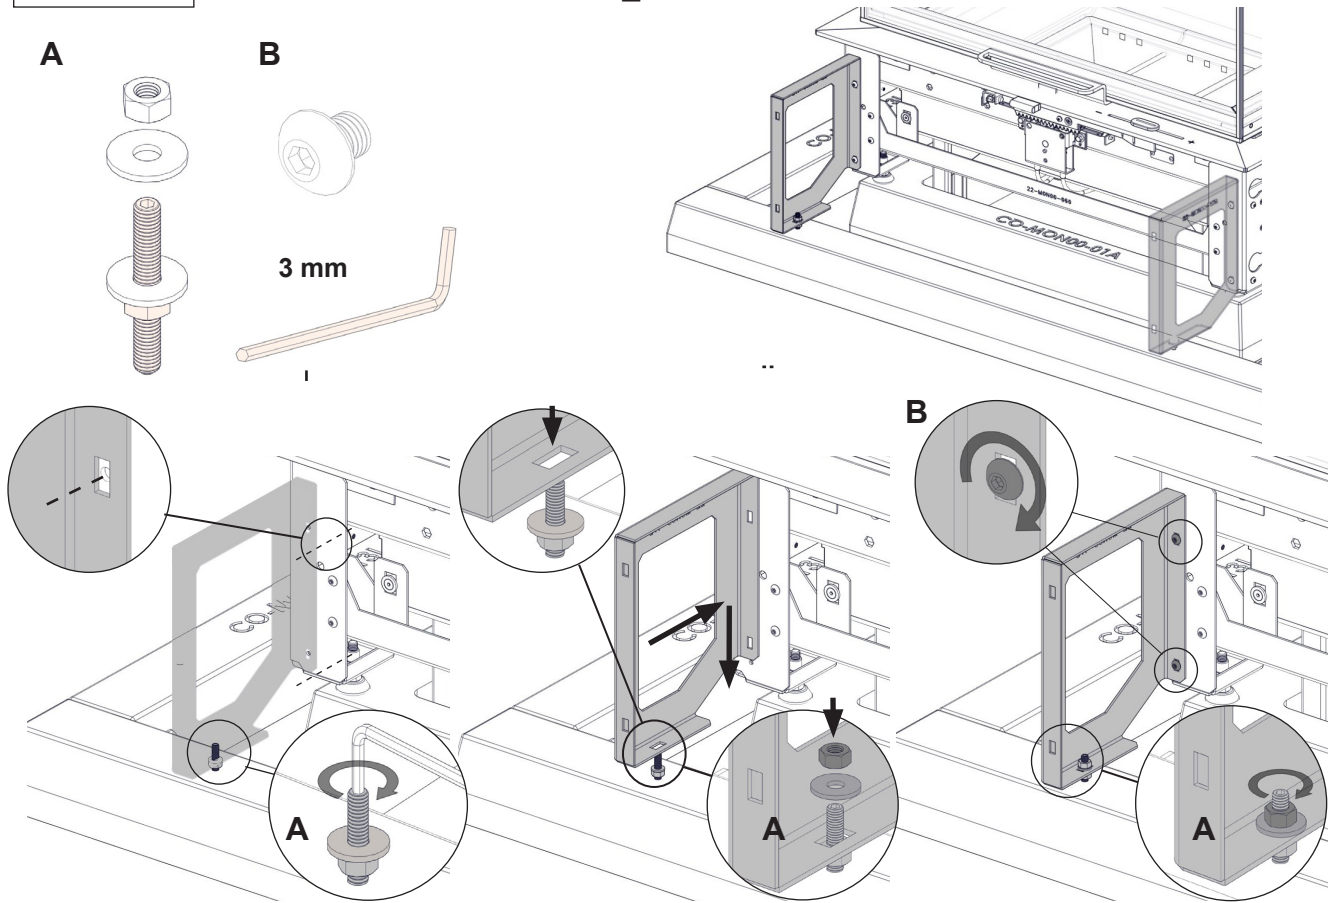

FIG 30
**NO:** Monter stål profiler - **FIG 29 / 29a**. Ikke fest B-type helt. Monter alle benkeplater vist i **FIG 30**, Bruk et vater for å kontrollere at disse ligger riktig, bruk **A-type** for å justere høyden.
**GB:** Assemble suport brackets - **FIG 29 / 29a**. Do not tighten screws **B-type** completly. Assemble all bench plate as shown on **FIG 30**, use level to check and corret plate position. Use **A-type** to set their vertical position.
**SE:** Montera stödprofiler **FIG 29/ 29a**. Dra inte åt skruvarna **B** helt. Montera alla bänkskivor som visas i **Fig 30**, använd vattenpass för att kontrollera att de ligger rakt. Använd skruvar **A** för att justera höjden.
**FI:** Asenna teräs profiilit - **FIG 29/29a**. Älä kiristä B tyyppin ruuveja kokonaan. Asenna penkin kansilevyt kuvan **FIG 30** mukaan. Käytä vatupassia saadaksesi levyt suoraan. Käytä **A-tyypin** ruuveja saadaksesi levyt suoraan.
**DE:** Montieren Sie die Stützwinkel – **FG 29 / 29a**. Ziehen Sie die Schrauben des **B-Typs** nicht komplett an. Montieren Sie alle Bankplatten wie in **FIG 30** gezeigt, verwenden Sie eine Wasserwaage, um die Platten korrekt zu positionieren. Verwenden Sie die Schrauben das **A-Typs**, um die Platten vertikal auszurichten.
**FR:** Monter les supports - **Fig. 29 / 29a**. Ne pas serrer les vis **type B** complètement. Monter toutes les plaques de banc comme indiqué dans la **Fig. 30**, utiliser le niveau pour vérifier et rectifier la position de la plaque. Utiliser la vis de **type A** pour régler leur position verticale.
**NO:** 1. Når plassering av benkeplaten er satt i henhold til FIG. 30. Fjern benkeplaten og skru til alle skruer og mutere på stålprofilene, i rekkefølge vist i FIG 31A. 2. Monter side og front vegger på benken som vist i FIG 32 - FIG 33.
**GB:** 1. Once position of benches is set according conditions shown in FIG 30. Remove bench plates and tighten all screws and nuts of the brackets, keeping order as shown on FIG 31A. 2. Assemble side and front walls of the bench as shown on FIG 32 - FIG 33.
**SE:** 1. När bänkskivorna är monterade enligt FIG 30. Ta bort bänkskivorna och dra fast all skruvar och muttrar på stålprofilerna, som visas i FIG 31A. 2. Montera sido- och frontväggar på bänken som visas i FIG 32-33.
**FI:** 1. Kun penkki on säädetty paikalleen kuvan FIG 30 mukaan, poista penkin kansilevyt ja kiristä kaikki teräsprofileissa olevat ruuvit ja mutterit kuvan FIG 31A järjestyksen mukaan. 2. Asenna penkin sivu- ja etulevyt kuvien FIG 32 ja FIG 33 mukaan.
**FR:** 1. Une fois la position des bancs réglée selon les conditions indiquées dans la figure 30 : Retirer les plaques de banc et serrer toutes les vis et écrous des supports, en suivant l'ordre indiqué sur la figure 31A. 2. Monter les parois latérales et frontales du banc, comme illustré sur les figures 32 - 33.